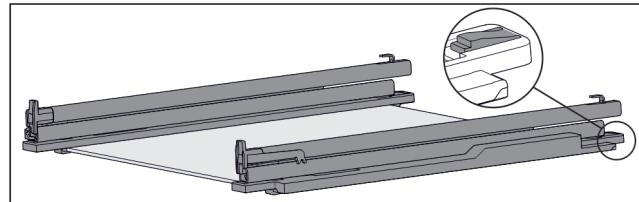

Fig. 127 带轨道和固定件的玻璃隔板
- ▶ 将固定件后部向下压 (参见 Fig. 127)，同时向后推轨道。